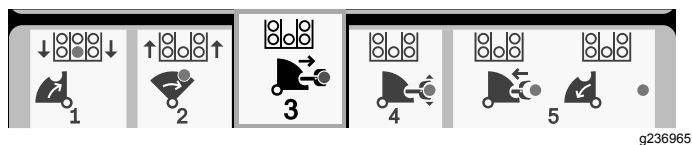

Figure 33
6. Relâchez le bouton pour passer à l'étape suivante dans la séquence (Figure 33).